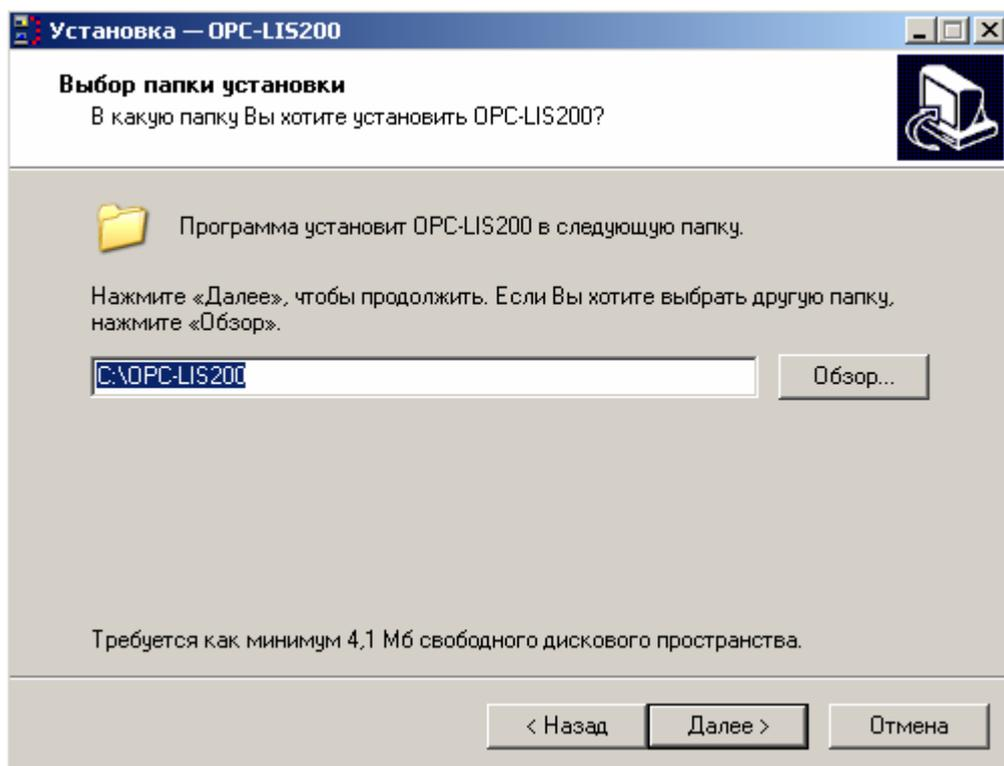

Рисунок 4
- В следующем окне (рис. 4) выберите папку, в которую будет устанавливаться программный комплекс и нажмите кнопку “Далее” для продолжения установки или “Отмена” для отказа от установки.